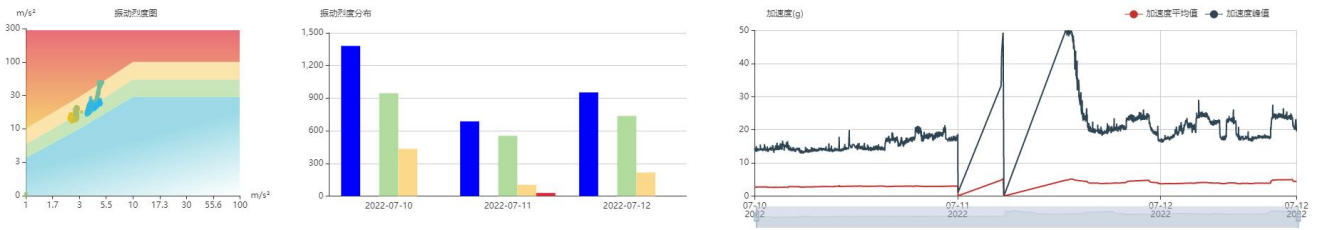

图 6、滚动轴承烈度图
(5) 振动烈度分布：峰值和 RMS 值在烈度图中达到振动烈度红色报警区，轴承处于恶化状态，见图 6 所示。